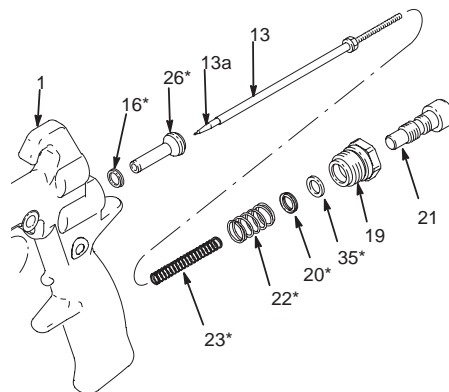
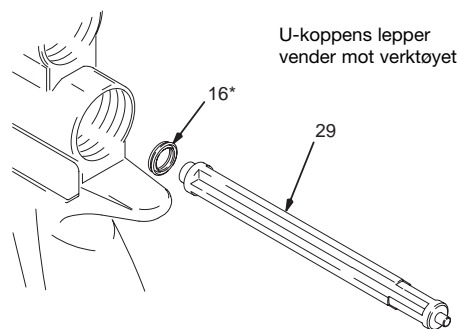
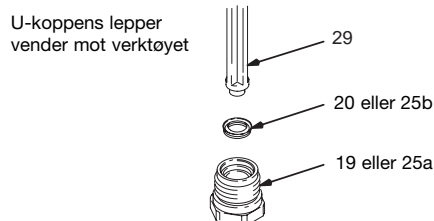

Fig. 26
Fig. 27
Fig. 28
4. Installer u-koppens nye pakninger (25b), én om gangen, med pakningsinstallasjonsverktøyet (29). U-koppens lepper må vende mot verktøyet, som vist i fig. 28.
1. Fjern mengdejusteringsmutteren (19), luftventilens fjær (22) og luftventilhylse (26). Kast luftventilhylsen. Se fig. 26.
2. Bruk en mekanisk hake og fjern u-koppens pakning (16) fra pistolens hoveddel.
3. Plasser u-koppens nye pakning (16) på pakningsinstallasjonsverktøyet (29) slik at u-koppens lepper vender mot verktøyet som vist i fig. 27.
4. Skyv pakningen (16) inn på baksiden av pistolen inntil du merker et tydelig knepp.
5. Bruk en mekanisk hake og fjern u-koppens pakning (20) og mellomstykket (35) fra mengdejusteringsmutteren (19). Vær forsiktig så du ikke skader tetningens overflate eller mutterens innvendige gjenger.
6. Installer en ny pakning (20) på u-koppen med pakningsinstallasjonsverktøyet (29). U-koppens lepper må vende mot verktøyet som vist fig. 28. Dette vil bidra til å øve jevnt trykk på u-koppens lepper og unngå å skade dem.
7. Skyv u-koppens pakning (20) og mellomstykket (35) inn i mengdejusteringsmutteren (19) inntil du merker et tydelig knepp.